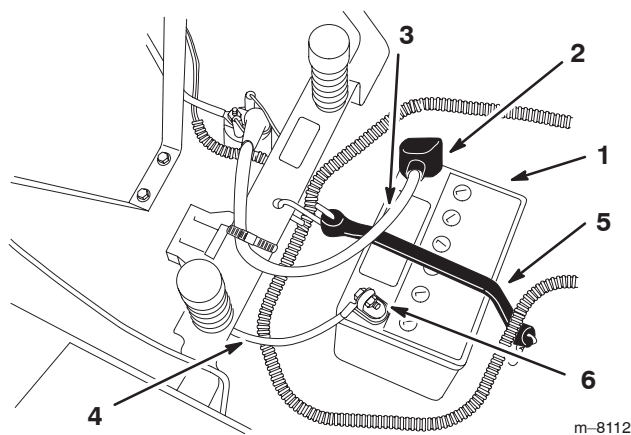

Figure 32
- Débranchez le câble négatif (noir) de mise à la masse de la borne de la batterie (Fig. 32).
- Repoussez le capuchon en caoutchouc sur le câble positif (rouge). Débranchez le câble positif (rouge) de la borne de la batterie (Fig. 32).
- Enlevez la sangle de maintien de la batterie (Fig. 32) et ôtez la batterie de son support.
- Placez la batterie sur son support, les bornes à l'opposé du panneau de commande (Fig. 32).
- Fixez les câbles à l'aide de 2 boulons (1/4 x 3/4 pouce), 2 rondelles (1/4 pouce) et 2 écrous (1/4 pouce) (Fig. 32).
- Fixez la batterie en place à l'aide de la sangle de maintien (Fig. 32).